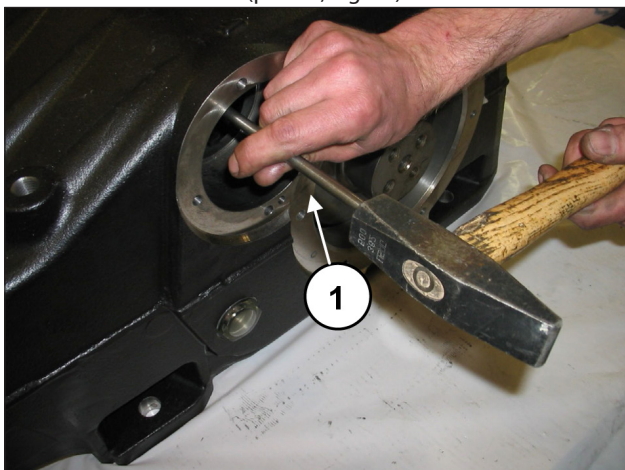
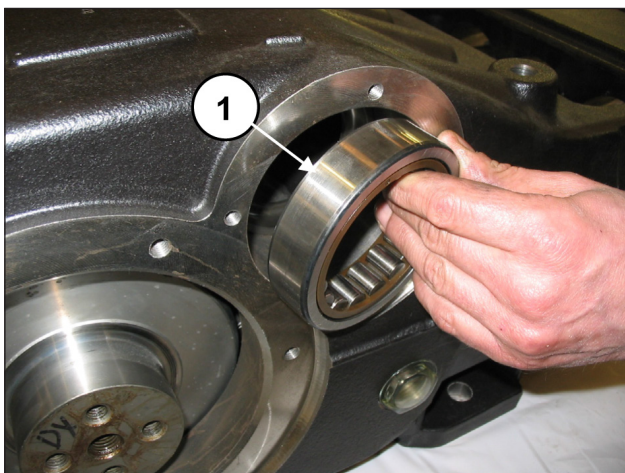
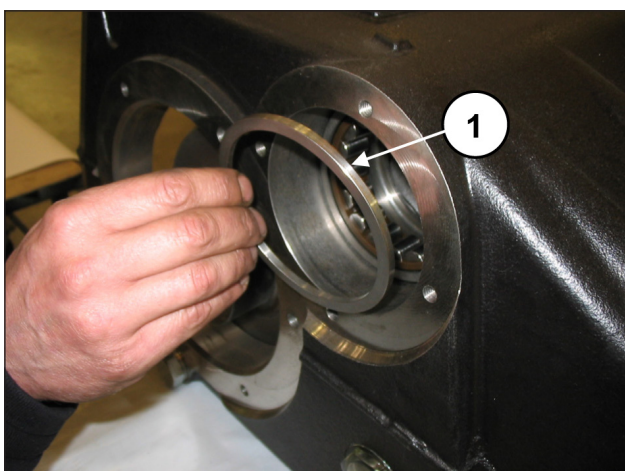
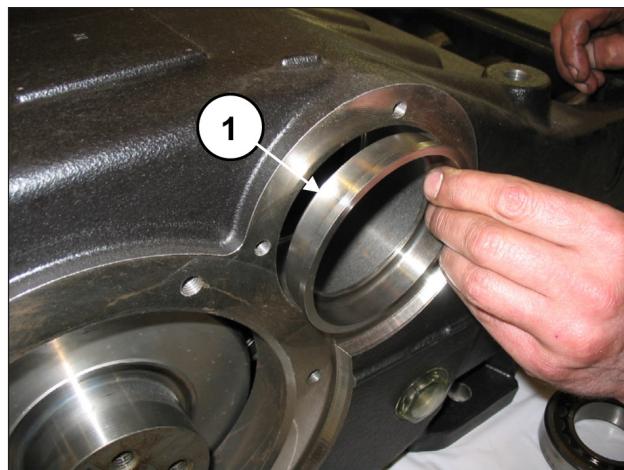

Fig. 34
Fig. 35
Fig. 36
Fig. 37
Mediante l'utilizzo di una barra sufficientemente lunga (pos. ①, Fig. 34) e di una massa battente estrarre dal carter pompa gli anelli dei cuscinetti (pos. ①, Fig. 35), il distanziale cuscinetto esterno (pos. ①, Fig. 36) e la bussola di lubrificazione cuscinetti (pos. ①, Fig. 37).